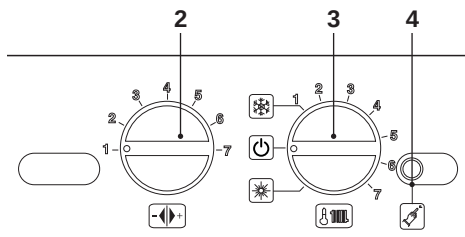

Fig. 7.11
- Apague la caldera poniendo el selector de función (3) en la posición  como en la Fig. 7.11.